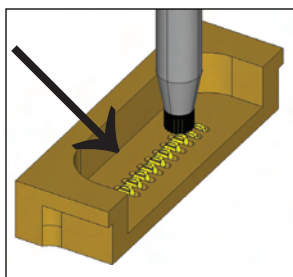

図 17: コンタクトブラッシングの正しい方向(コンタクトの上側)
- B. グラスファイバ(またはナイロン)ブラシを使用して、PerimeterコンタクトチップおよびGround (Ground Insertの場合も)コンタクトチップをやさしくブラッシングします。外側から内側へ、コンタクトの中心へ向けてブラッシングして下さい。図 17を参照ください。